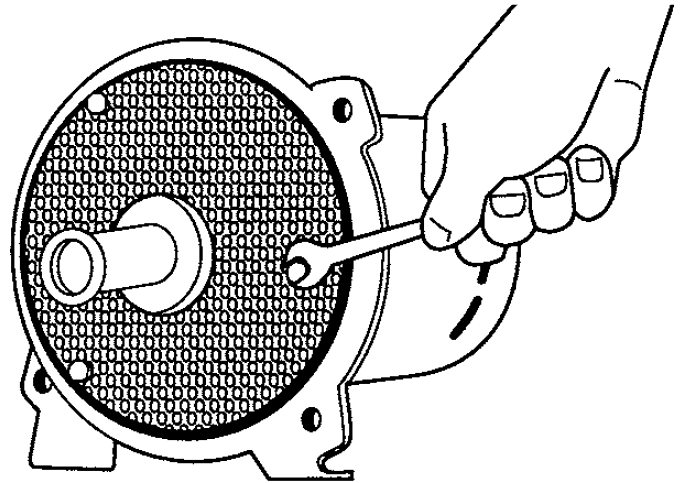

Figura 15 - Saque el difusor
- Saque los 3 tornillos prisioneros, sujetando el difusor a la placa selladora y saque el difusor. Cuando vuelva a colocar el difusor, use tres cuñas de 0.010" de grosor espaciadas igualmente entre el ojo del impulsor y la abertura del difusor. Esto centra el difusor e impide el roce del impulsor (Figura 15.)